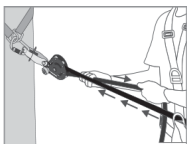
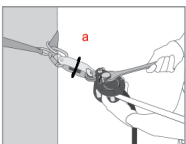

Fig. 3
Fig. 4
Dopo aver terminato l'installazione della linea di vita, tirare manualmente la corda (dal lato del nodo all'estremità- **Fig. 3**) in modo da effettuare una prerogolazione della tensione. La camma (8) e la leva della camma (4) entreranno automaticamente in contatto con la corda. Abbassare la leva della camma (4), quindi, servendosi di una chiave adeguata, tendere l'asse di regolazione della tensione (1) fino a quando la rondella indicatore di tensione (a) posta sull'indicatore di tensione (2) non ruoterà liberamente (**Fig. 4**). Non appena la rondella ruota liberamente, SMETTERE DI SERRARE! La tensione applicata corrisponde a una pretensione della linea di circa 0.5 kN. Durante l'uso controllare periodicamente la tensione (rotazione della rondella indicatore di tensione) e, se necessario, regolarla come indicato sopra.